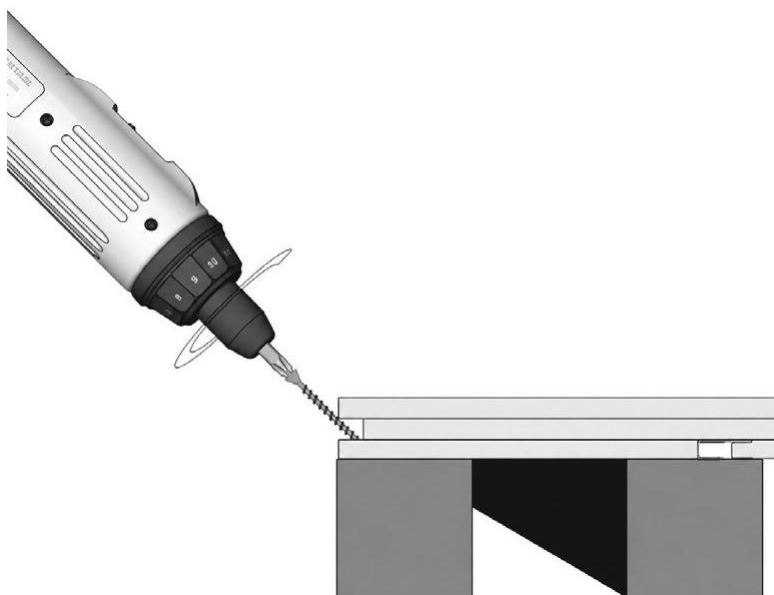

FIG. 16 – CHANT INFÉRIEUR EXTÉRIEUR VISSÉ EN BIAIS
- 05 Une fois la lame de bordure en cadre en place, vissez en biais à travers son chant inférieur extérieur pour la fixer à la lambourde (fig. 16). Percez au préalable des avant-trous dans les lames de terrasse, 2 mm plus larges que la tige de la vis ; ne serrez pas trop les vis dans les lames de terrasse, afin d'éviter que le matériau ne se fissure.